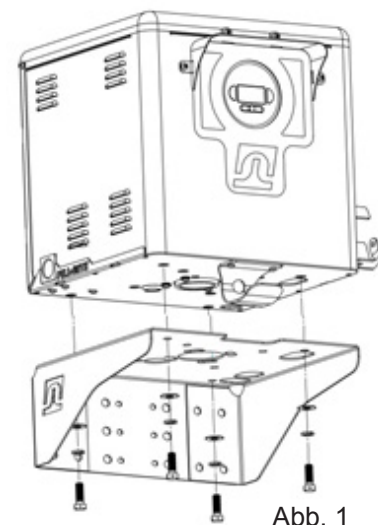

Abb. 1
3. Die Zapfsäule auf die Montageplatte oder den Sockel stellen; die Zapfsäule mit den 4 – 1/2 x 13 Schrauben und Dichtungsscheiben sicher durch die 4 Löcher im Boden des Zapfsäulensockels an der Montagefläche befestigen (Abb. 1).